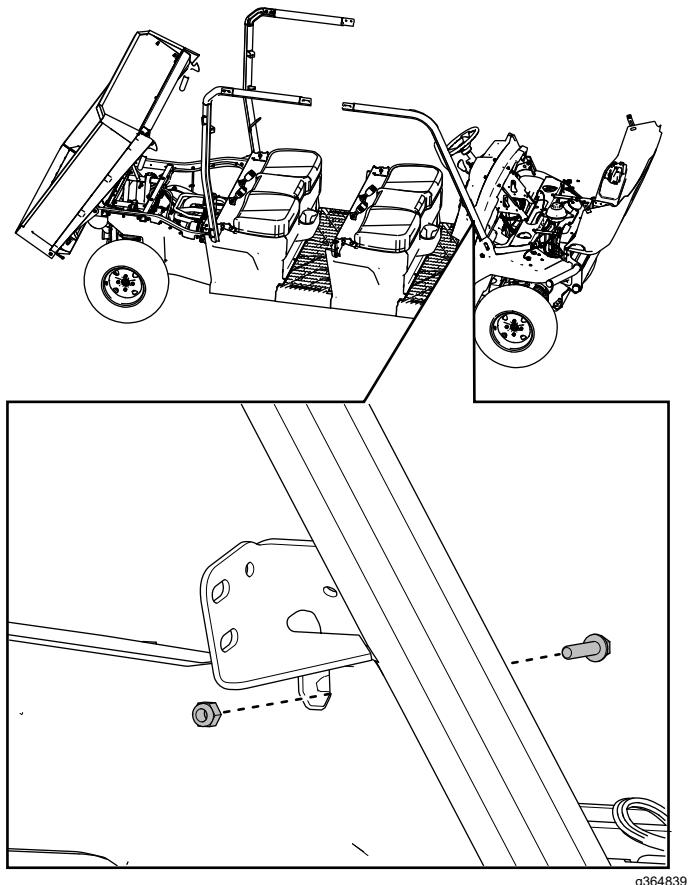

Bild 45
11. Befestigen Sie die rechte, vordere Überrollbügelbaugruppe mit einer Sechskant-Scheibenkopfschraube ($\frac{1}{4}$ " x 1") und einer Sicherungsmutter ($\frac{1}{4}$ ") lose am Armaturenbrett, wie in Bild 45 dargestellt.